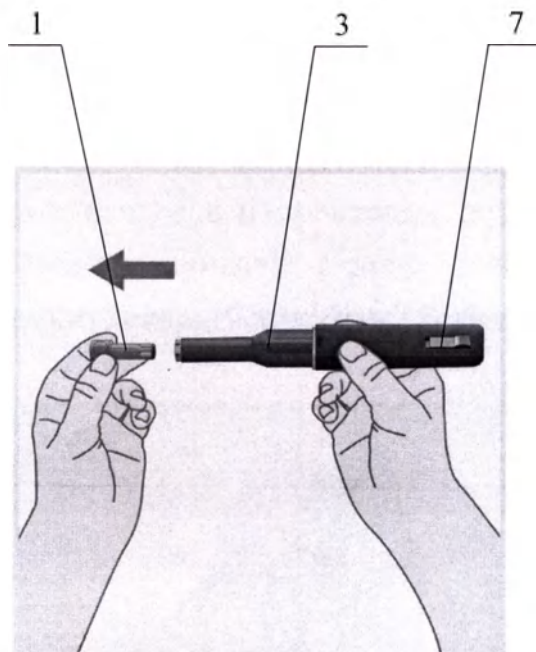

Рисунок 16 – Снятие защитного колпачка
Снимите защитный колпачок иглы. Для этого удерживая АИ правой рукой, сильно потяните левой рукой за приспособление для снятия защитного колпачка (1) в противоположном от АИ направлении (рисунок 16).